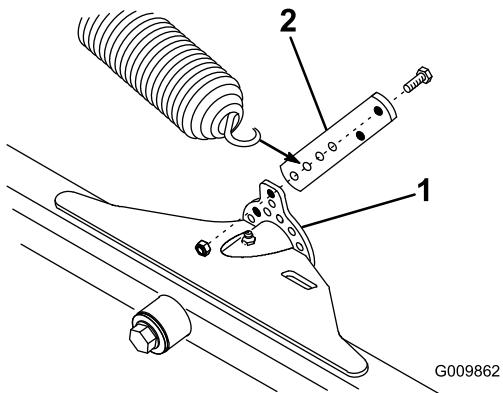

図 14
- 前カッティングユニットの昇降タブのそれぞれの後方の内側にスプリング・アンカーを取り付け、ボルト 2 本 (1/4 x 3/4 in) とロックナットで図 14 のように固定する。
- 前カッティングユニットについては、スプリングを、スプリング・アンカーの下から 2 つ目の穴 (# 3 位置) に取り付ける(図 14)。